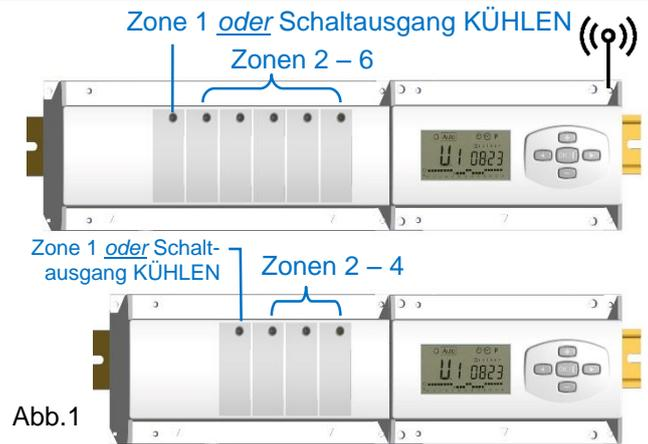

Abb. 1
4. Drücken Sie die Taste (OK). Das Display zeigt » 01 Init « (Abb.6). Die LED der Zone 1 blinkt grün (Abb.1).